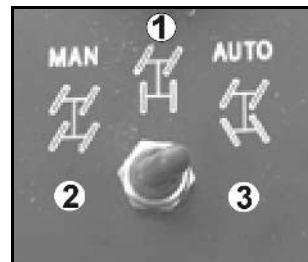

Fig. 38
Ved hjælp af kontakten til styringen (Fig. 38) på instrumentpanelet kan du vælge mellem 3 styresystemer.
- Kontakt Fig. 38/1:
- Kontakt Fig. 38/2
- Kontakt Fig. 38/3: